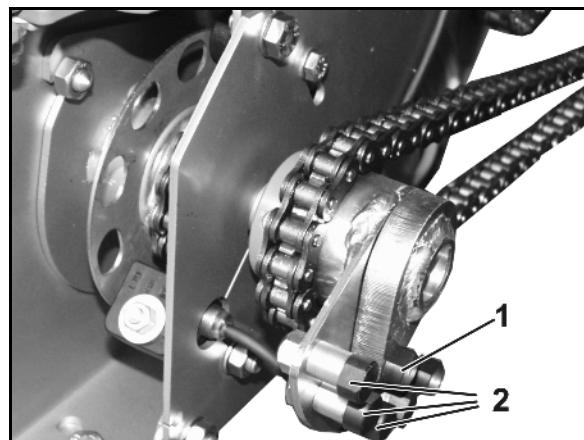

Рис. 112
В случае блокировки дозирующего вала вследствие попадания посторонних предметов в дозатор, пластиковый винт отходит в сторону (Рис. 112/1) и работа привода во избежание повреждений прерывается.
3. Извлеките запасной винт (Рис. 112/2) из держателя.